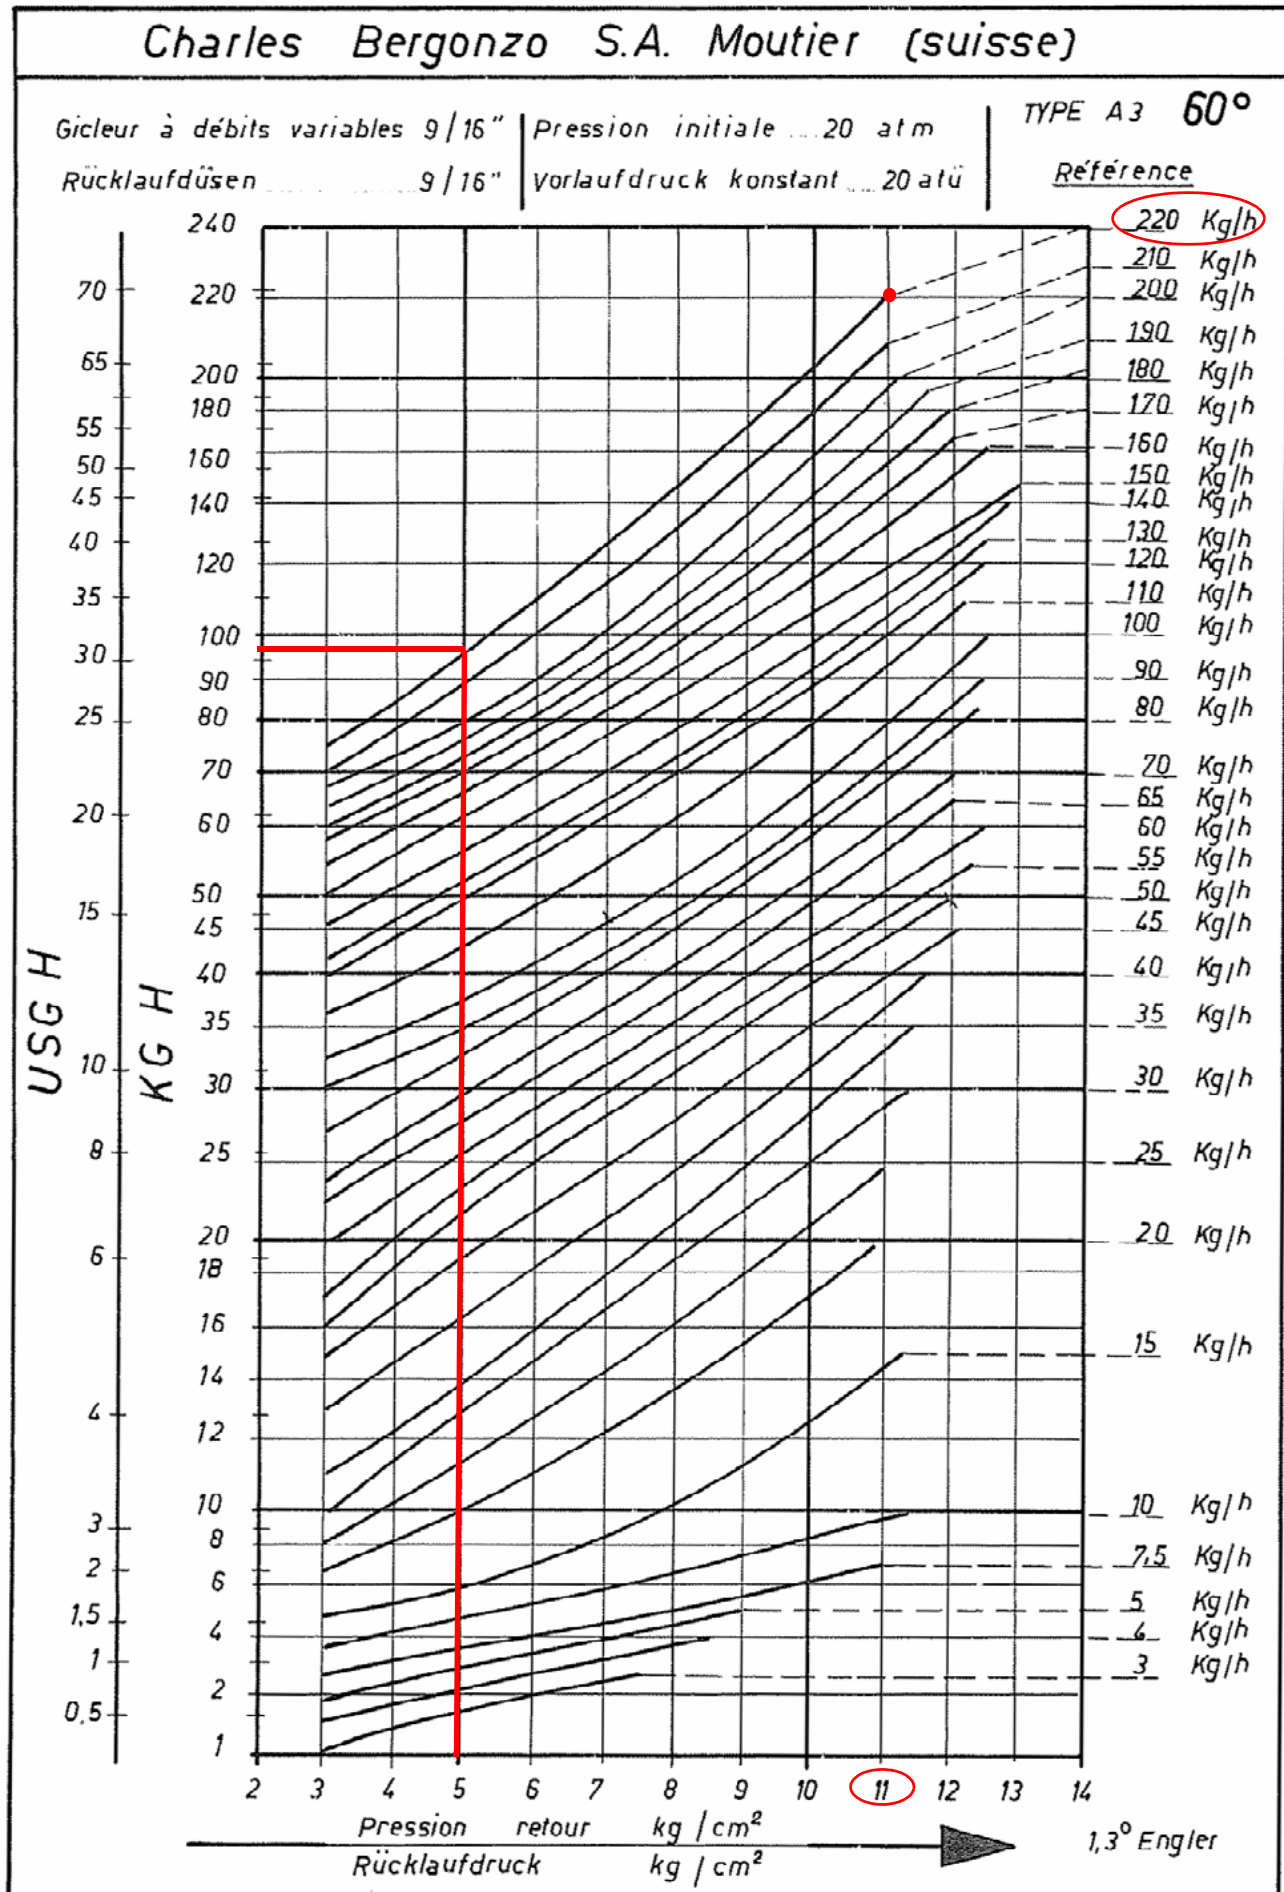

Fig. 16
La portata del gasolio viene regolata scegliendo un ugello (del tipo a riflusso) di dimensione adatta alla potenza della caldaia/utilizzo e tarando le pressioni di mandata e di ritorno secondo i valori riportati nei diagrammi di Fig. 15 e Fig. 16, a seconda del tipo di bruciatore. Gli ugelli in dotazione sono i seguenti tipi (a seconda del tipo di bruciatore). Per la lettura delle pressioni consultare i paragrafi successivi.
PG91 - PG92: Bergonzo A3 (Fig. 16)
- 16 spostare la **camma III** (bassa fiamma) verso il minimo in modo che il servocomando inizi a chiudere fino a che i due cuscinetti siano in corrispondenza della vite di regolazione relativa al punto immediatamente inferiore: avvitare la vite **V** per aumentare la portata, svitare per diminuirla, al fine di ottenere il valore di pressione come da diagramma in Fig. 15/ Fig. 16, in base alla portata richiesta.